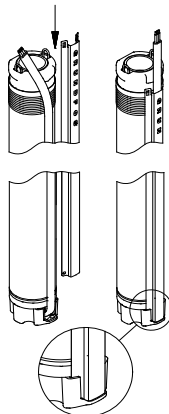

Fig. 9
2. Mettere la protezione del cavo nell'incavo della presa del cavo. Innestare i due lembi del copricavo nel bordo superiore del corpo pompa, vedere fig. 9.